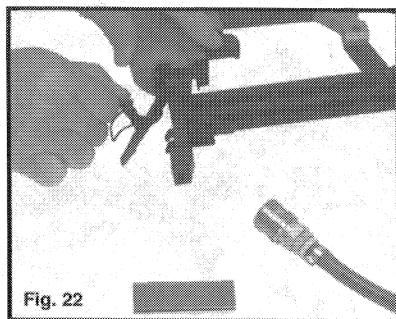

Fig. 22
3. Ouvrez le levier de relâchement rapide et faites pivoter la plaque de guide des éléments de fixation (voir Fig. 22).